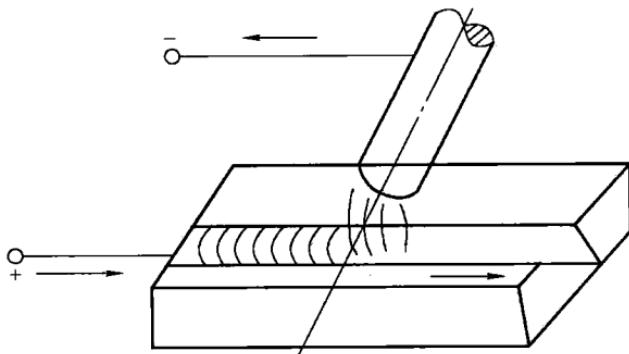

图 1-11 倾斜焊条角度克服磁偏吹
**说明：**在焊条电弧焊的操作中适当地调整焊条角度，使焊条向偏吹一侧倾斜，如图 1-11 所示。这是常用的一种克服磁偏吹的方法。